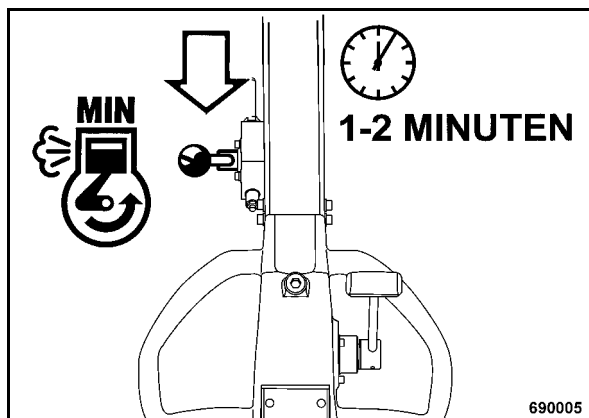

рис. 19
- После запуска установить рычаг управления частотой вращения в положение "MIN" (рис. 19).